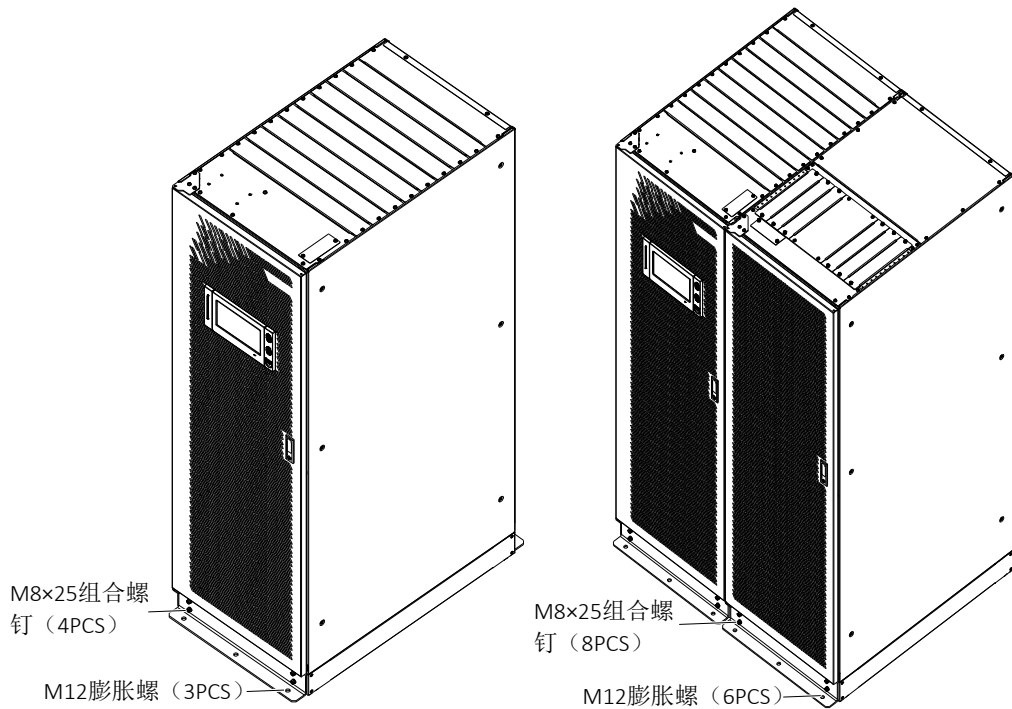

图 8-2 地震选件安装示意图（正面安装）
- 用 M8×25 组合螺钉将地震选件安装在机柜正面底部的相应安装孔中，然后用 M12 膨胀螺栓将地震选件固定在地板上，如图 8-2 所示。